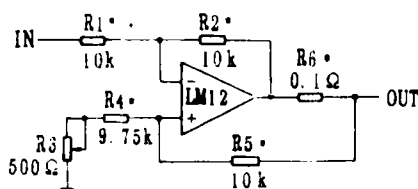

图 5
3. **电流驱动** 见图5,本电路输出电流与输入电压成正比。
$$I_{OUT} = \frac{R_2 \times V_{in}}{R_1 \times R_6} \quad \text{图5中 * 为精密电阻}$$